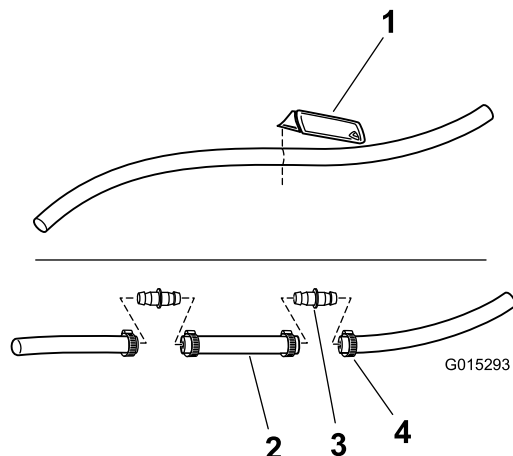

Figura 10
- B. Corte o tubo de alimentação da rampa a 60 cm da extremidade da união (Figura 10).
C. Instale a junção de tubo utilizando 2 adaptadores rectos e 4 braçadeiras (Figura 10).